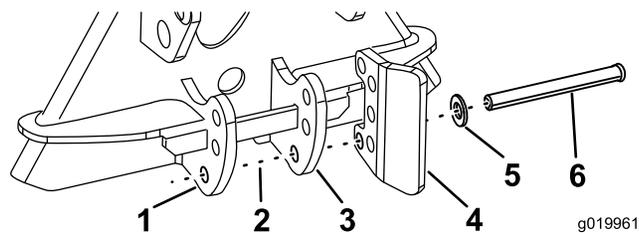
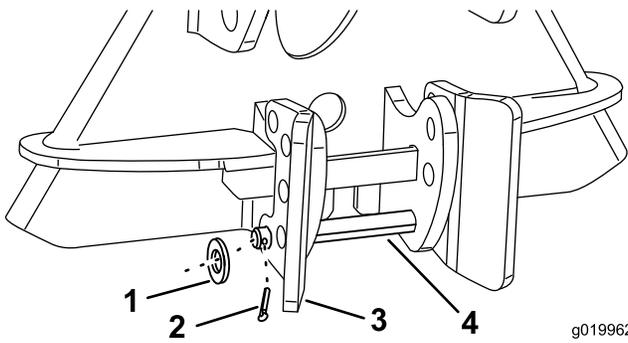

Figura 8
Figura 9
1. Instale el pasador y una arandela por el taladro inferior de una de las placas de tope del rastrillo, a través de la placa de tope derecha y por el mecanismo de enganche (Figura 8).
2. Introduzca el pasador a través de la placa de tope izquierda y por el taladro inferior de la otra placa de tope del rastrillo (Figura 8 y Figura 9).
3. Coloque una arandela sobre el pasador y sujételo con la chaveta, doblando los extremos de la chaveta para sujetarla (Figura 9).